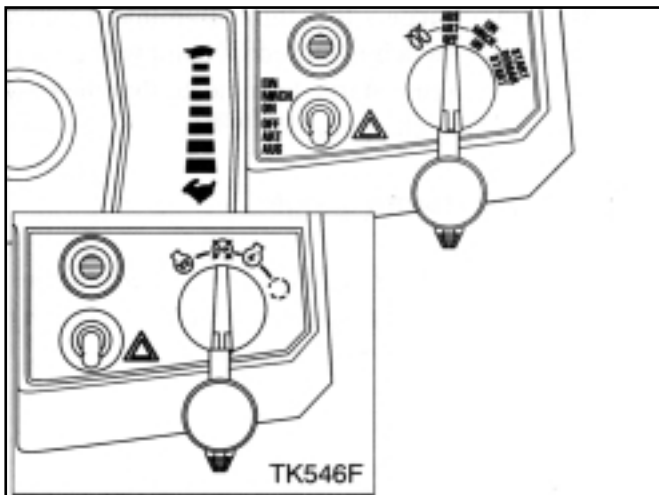

FIG. 7 / ABB. 7 / FIG. 7
Le contacteur à clé à 4 positions (Fig.7) actionne le démarreur du moteur et les bougies de préchauffage.
**NOTE:** La clé doit être tournée vers la position MRCH (Ⓝ) pour que chaque circuit soit actionné. La prise de force doit être désactivée et le levier des changements de vitesse doit être au point mort avant que le moteur tourne. Ce tracteur est équipé d'un coupe-carburant électrique. Quand le contacteur (Fig. 7) est tourné vers les positions DEMAR (Ⓡ), MRCH (Ⓝ) ou PRECHAUFFAGE (Ⓢ) et quand le levier des changements de vitesse est au point mort, un moteur électrique passe le carburant à la pompe d'injection pour démarrer le moteur. Vous arrêtez le moteur en plaçant la clé dans la position ART.
Der Zündschalter (Abb. 7) weist vier Stellungen auf und betätigt den Anlasser sowie die Zündkerzen.
Het contactslot heeft vier standen (Fig.7) die de startmotor en de gloeibougies activeren.
**OPMERKING:** De contactsleutel moet op **ON** (☒) staan vooraleer de stroomkringen aanstaan. Zet de **PTO**-schakelaar en de versnellingspook in de vrijstand alvorens u de motor start. Deze tractor is uitgerust met een elektrische brandstofcontrole. Wanneer de sleutel (Fig. 7) in de **START** (☒), **ON** (☒) of **VOORGLOEIEN**-stand (☒) gedraaid is en de versnellingspook in de neutrale stand staat, wordt elektrisch
Wird der Zündschalter auf **START** (☺) ; **EIN** (☺) oder **VORGLÜHEN** (☺) (Abb. 7) gedreht, während sich das Getriebe im Leerlauf befindet, bewegt ein Elektromotor den Verstellhebel in Betriebsstellung. Wird der Zündschalter auf **AUS** gedreht, bewegt der Elektromotor den Verstellhebel, um die Kraftstoffförderung und dadurch den Motor zu stoppen.